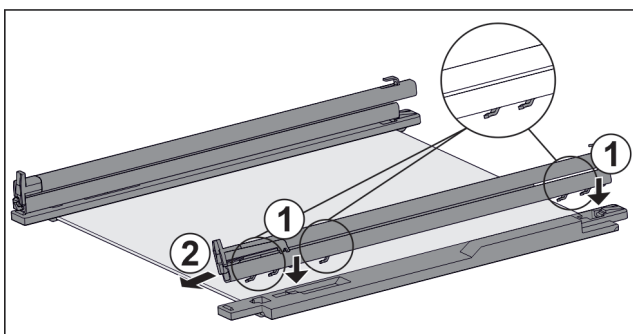

Fig. 125 Glasplaat met rails en vasthouddelen
- Haken van de rail op de openingen van het **linker** vasthouddeel plaatsen. Fig. 125 (1)
- Rail naar voren trekken. Fig. 125 (2)
- Haken van de rail op de openingen van het **rechter** vasthouddeel plaatsen. Fig. 125 (1)